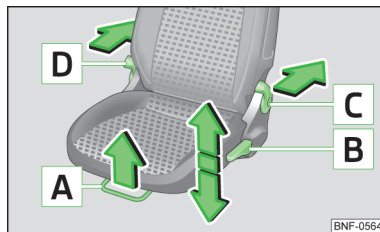

Fig. 44
Betjeningslementer på førersædet » Fig. 44
- Træk armen **A** » Fig. 44 i pilens retning, og skub sædet i den ønskede retning.
- Træk eller tryk armen **B** » Fig. 44 i en af pilenes retning flere gange.
- Træk armen **C** i pilens retning » Fig. 44, og indstil den ønskede hældning på ryglænet med ryggen.
- Træk i armen **D** » Fig. 44, og klap ryglænet frem.